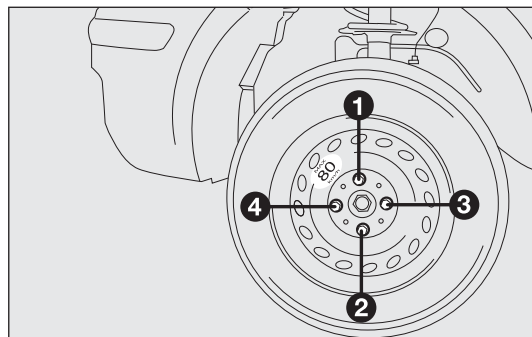

fig. 149
- ❑ con la llave suministrada, apriete a fondo los pernos, pasando alternativamente de un perno al diametralmente opuesto, siguiendo el orden numérico ilustrado en la fig. 149;